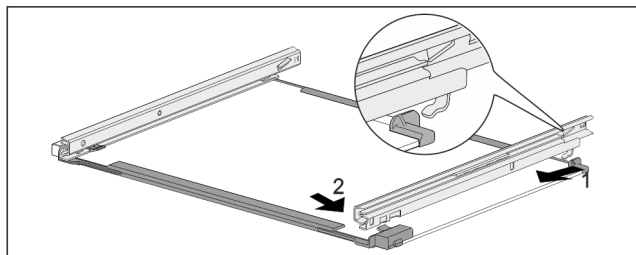

Fig. 151 Скляна пластина з рейками
- ▶ Зачепити рейку ззаду. Fig. 151 (1)
- ▶ Зафіксуйте рейку спереду. Fig. 151 (2)